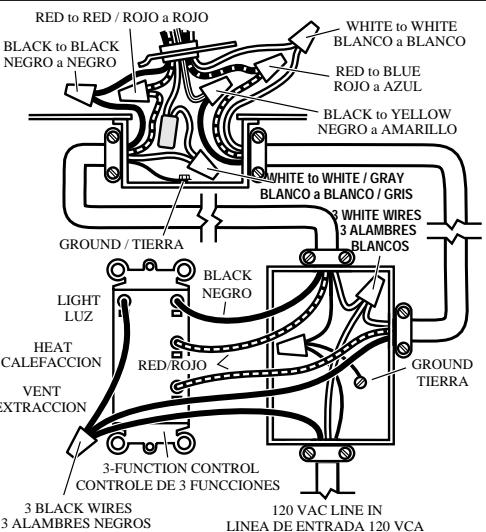

FIG. 7
1. Protect motor, bulb sockets and wiring from construction dust, drywall spray, paint, etc. by using the plaster shield. Cut it from the carton and follow directions printed on it. (Fig. 7)
1. Proteja el motor, enchufe de la bombilla y cableado contra el polvo de la construcción, rociós de yeso, pintura, etc., usando el escudo de yeso. Cúrtelo de la caja de cartón y siga las instrucciones que aparecen impresas en la misma. (Fig. 7)